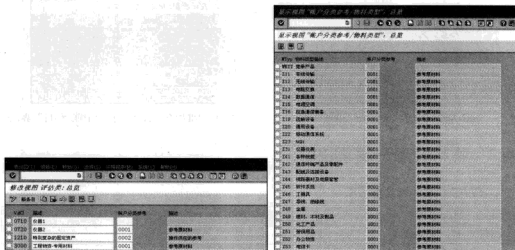

图 7-79 “修改视图评估类：总览”界面
STEP 3 单击“评估类”按钮，进入“修改视图评估类：总览”界面，如图 7-79 所示。在此界面中，可以单击“新条目”按钮新建评估类。